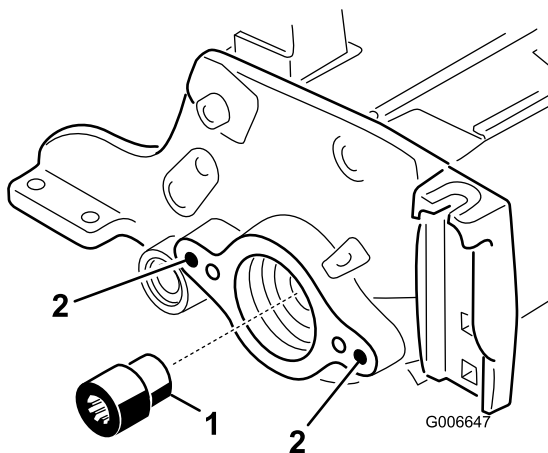

**Figure 21**
**Remarque:** Les rondelles des boulons de réglage de la hauteur de coupe doivent se trouver de chaque côté du rebord de la plaque latérale (Figure 21).
17. Serrez le contre-écrou du boulon de réglage de la hauteur de coupe jusqu'à ce que les rondelles touchent le rebord de la plaque latérale, puis desserrez l'écrou d'un demi-tour (Figure 21).